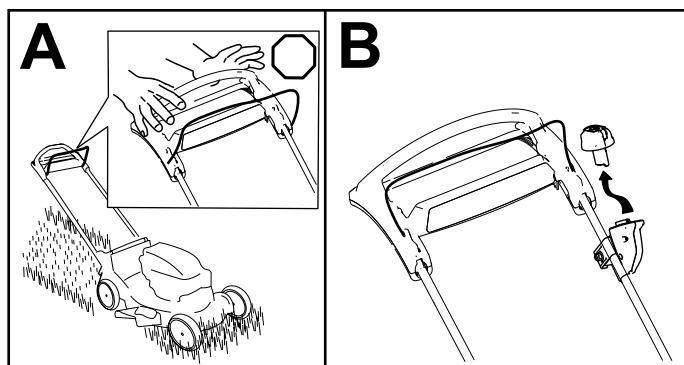

Figura 16
1. Rilasciate la barra di comando della lama (A della Figura 16).
2. Rimuovete il pulsante di avviamento elettrico dall'interruttore dell'avviatore elettrico (B della Figura 16).